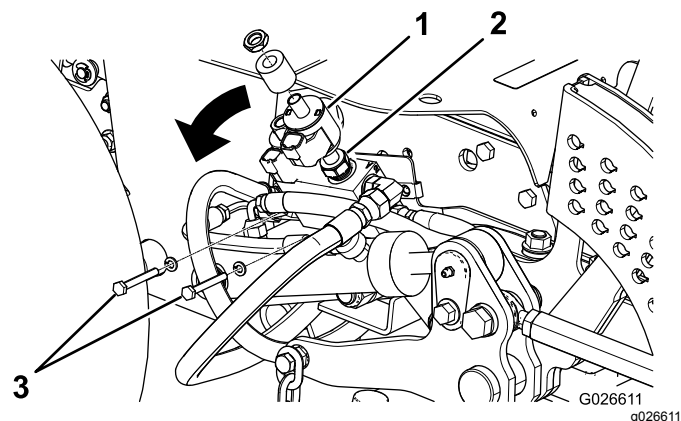

図 9
- コイルを持ち上げてソレノイドバルブに手を伸ばし、ソレノイドバルブを静かにゆるめる 図 9。
- 昇降マニホールドを固定しているボルト2本を取り外す 図 9。
- 昇降バルブマニホールドを外側に倒す 図 9。